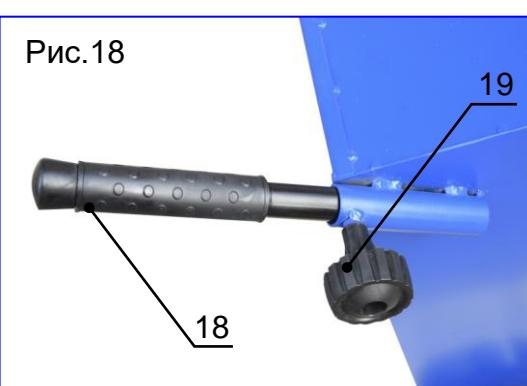

Рис.18
3) Вставьте транспортировочные рукоятки (поз.18, рис.18) в специальные крепежи, расположенные на раме нарезчика швов и зафиксируйте их положение при помощи баращковых винтов (поз.19, рис.18).